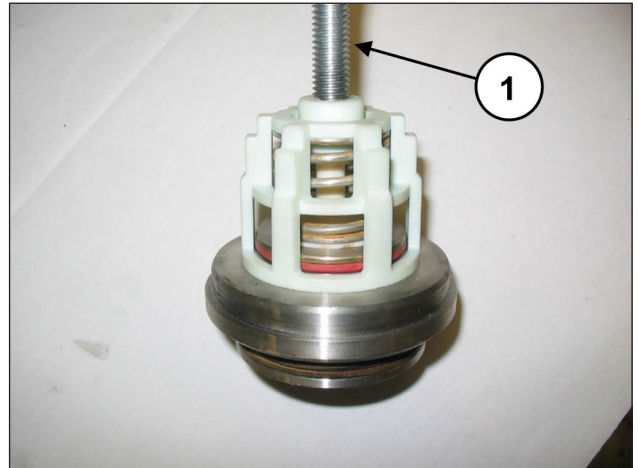

Fig. 104
Démonter les groupes de la soupape d'aspiration et de refoulement en vissant une vis M10 de sorte à appuyer sur le guide interne pour l'extraire du siège de la soupape (rep. ①, Fig. 104).